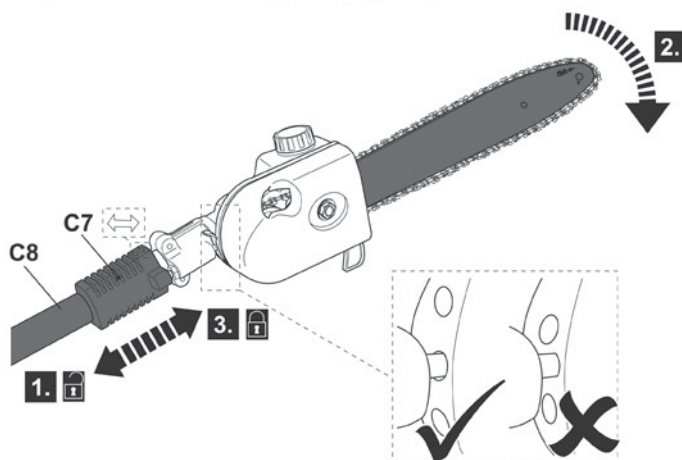

Fig. 25
- > Ajuste el cabezal de poda a la posición deseada. Luego suelte el manguito. Asegúrese de que el pasador está bien acoplado (Fig. 25).